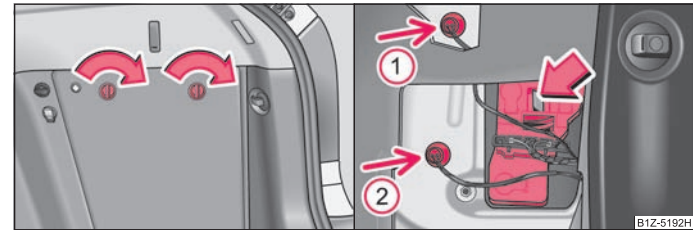

Fig. 198 Portbagajul: Compartimentul lateral / Demontarea suportului becului
- Demontați capacul compartimentului lateral prin rotirea elementelor în sensul săgeții ⇒ fig. 198 - stânga.
- Scoateți becurile lămpii (săgeata ① și ②).
- Scoateți becul defect (săgeata ① resp. ② ⇒ fig. 198) din carcasă și înlocuiți-l cu unul nou.